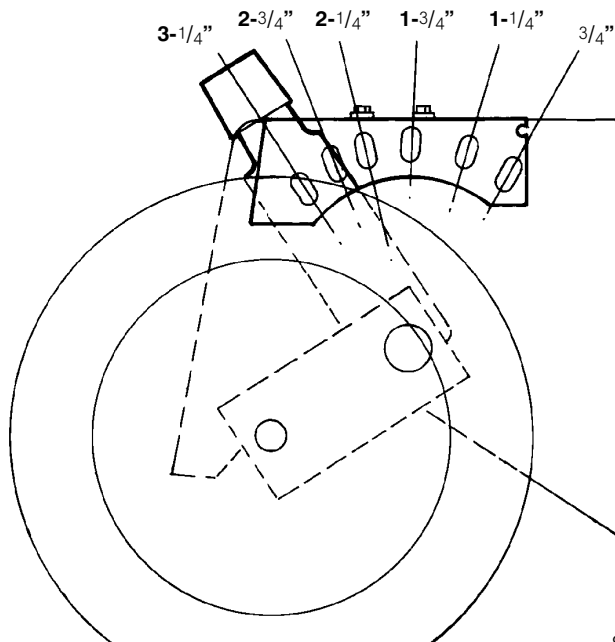

Figure 14
La altura de corte se puede ajustar desde aproximadamente 19 mm hasta 83 mm ( $\frac{3}{4}$  a  $3\frac{1}{4}$  pulgadas), en incrementos de 12,7 mm ( $\frac{1}{2}$  pulgada) (Fig. 14). Mueva el ajuste hacia adelante para aumentar la altura de corte.
- La hierba crece a diferente velocidad dependiendo de la época del año. En el calor del verano es mejor, generalmente, cortar la hierba en las graduaciones de altura de 1-3/4", 2-1/4" o 2-3/4" (Fig. 14). Debe cortarse sólo un tercio de la altura de la hoja de hierba. No se recomienda cortar a una graduación inferior a 1-3/4" a menos que la hierba sea muy rala o a fines del otoño cuando el crecimiento de la hierba comienza a ser lento.